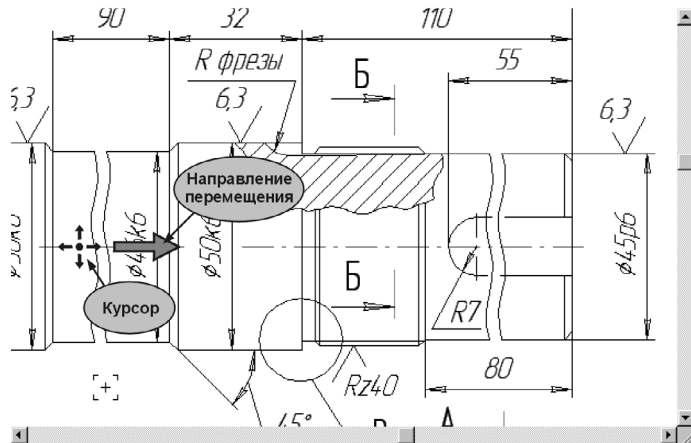

Рис. 4.2. Сдвиг изображения при помощи мыши
В любом режиме работы геометрического редактора вы можете прокручивать изображение с помощью клавиатуры и мыши. Для этого нужно одновременно нажать клавиши **<Shift>** и **<Ctrl>** и не отпускать их. Затем нажать левую кнопку мыши. Курсор изменит свою форму на четырехстороннюю стрелку (рис. 4.2). Не отпуская кнопку, «перетащите» изображение в нужном направлении. Отпустив кнопку мыши и клавиши, вы вернетесь в команду, которая была активна до сдвига.
2. Нажмите кнопку **Увеличить масштаб рамкой** и увеличьте участок вала, прилегающий к его правому торцу (рис. 4.2).